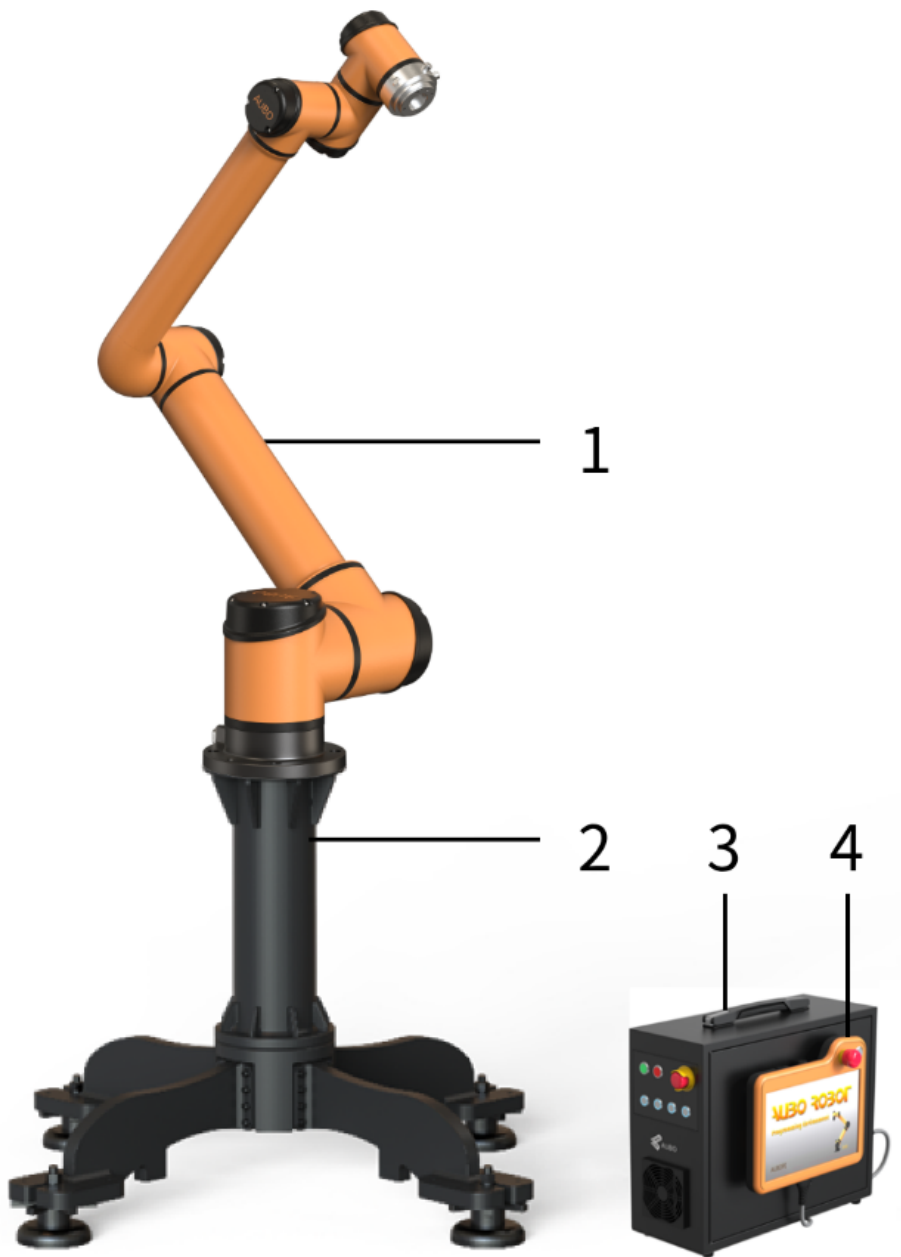

图 8-1 AUBO 机器人系统示意图
- 可选配件：针对具体应用场景，可扩展控制手柄、六维力传感器等扩展功能模块，增强系统适应性和智能化水平。AUBO 机器人系统具有高度模块化特征，可根据用户需求灵活配置。图 8-1 所示为典型系统配置，实际交付系统可能因具体应用略有差异。最终配置请以实物和技术规格为准。特定配置详情，请咨询 AUBO 技术支持团队。